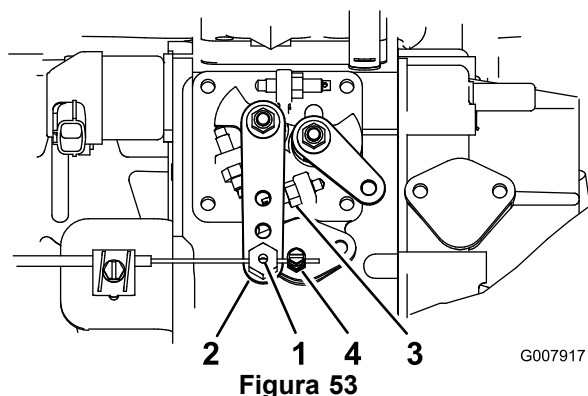

Figura 53
2. Desaperte o conector do cabo do regulador, no cabo do regulador, junto da alavanca da bomba de injeção (Figura 53).
3. Mantenha o braço da alavanca da bomba de injeção contra o travão de ralenti elevado (Figura 53).